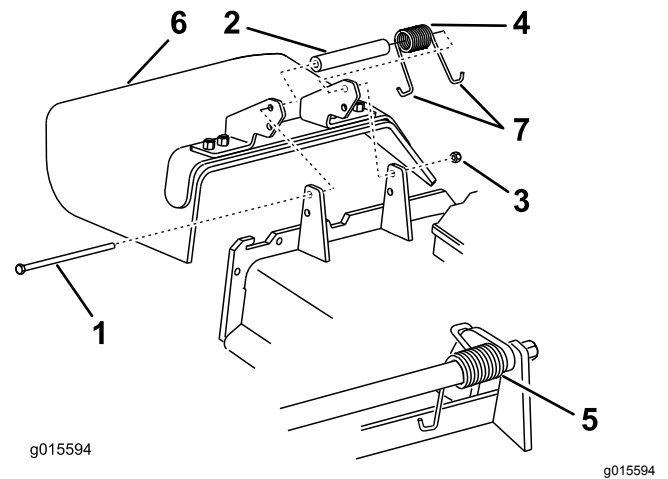

Bild 89
1. Entfernen Sie die Sicherungsmutter, Schraube, Feder und das Distanzstück, mit denen das Ablenkblech an den Schwenkhalterungen befestigt ist (Bild 89).
2. Entfernen Sie defekte oder abgenutzte Ablenkbleche (Bild 89).
- Hinweis:** Achten Sie darauf, dass ein J-förmiges Federende hinter der Mähwerkseite befestigt ist, bevor Sie die Schraube einsetzen, wie in Bild 89 abgebildet.
6. Führen Sie das J-förmige Hakenende der Feder um das Ablenkblech (Bild 89).